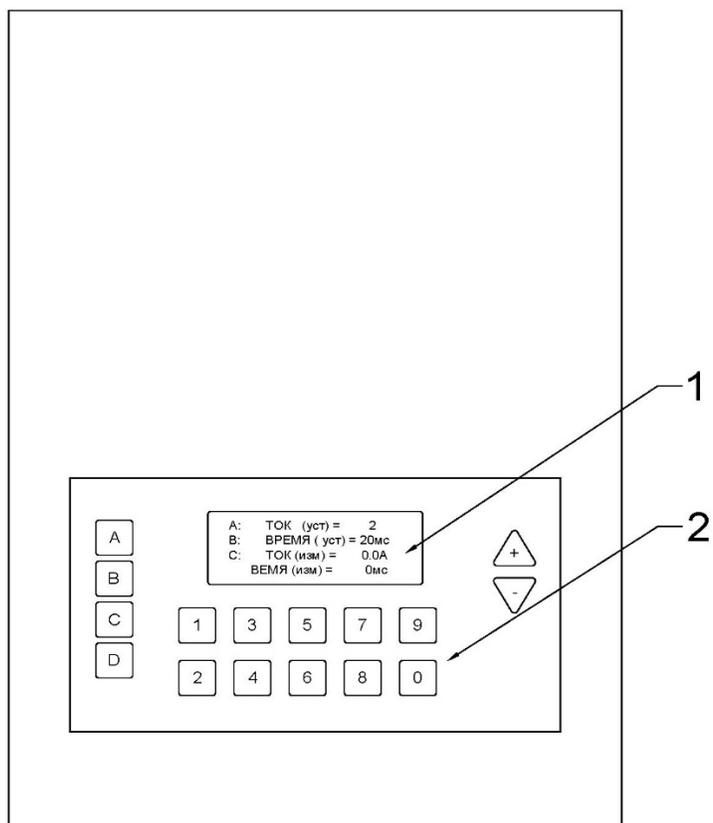

Рис. 3. Верхняя панель пульта управления СИЛУС-Т 7000А
4.3.3. Верхняя панель пульта управления (СИНУС-Т 7000А) представлена на рис. 3. На ней расположены:
Внешний вид клавиатуры Комплекта представлен на рис. 3. Назначение клавиш клавиатуры приведено в таблице 1.